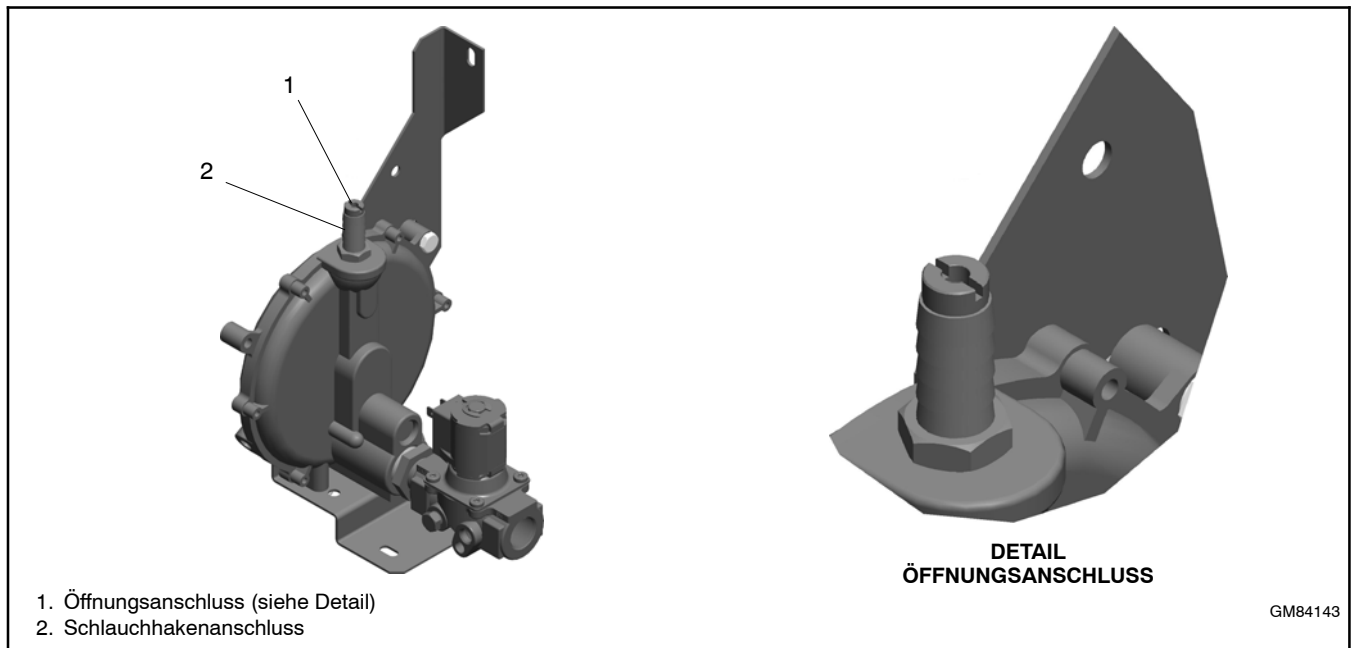

Abbildung 1-12 14RESA/RESAL Treibstoffsystem mit Öffnungsanschlüssen (Stromerzeuger, die nach dem 26. Juni 2014 erzeugt wurden)
6. Die Erdgasöffnung mit einem Flachklingschraubendreher aus dem Schlauchanschluss entfernen. Siehe Abbildung 1-12.